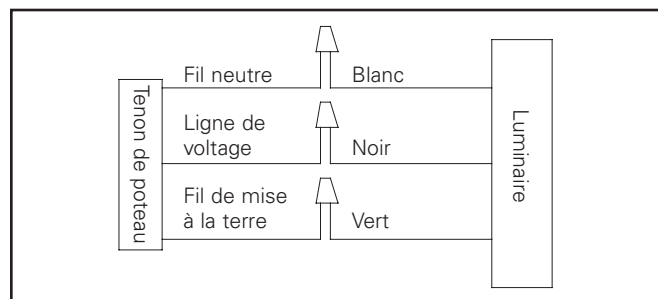

Figure 9.
12. Connectez les fils d'alimentation aux fils appropriés du luminaire. (Figure 9.)